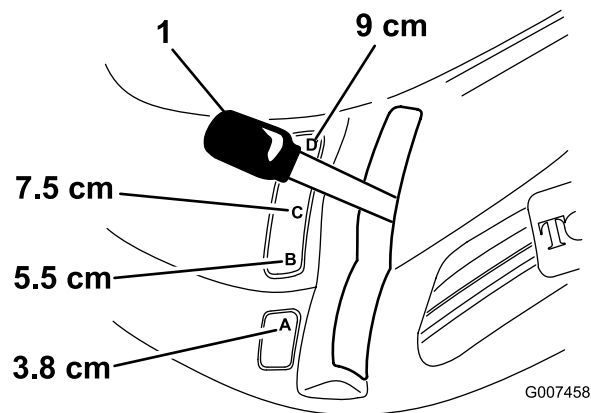

Figura 8
2. Tirate la leva dell'altezza di taglio, spostatela nella posizione desiderata e rilasciatela lentamente nella tacca (Figura 8).